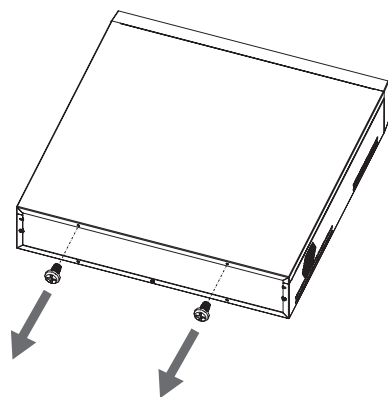
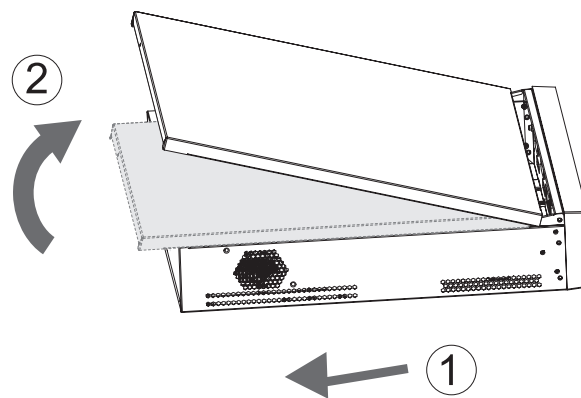

Рисунок 3
Рисунок 4
1) Открутите винты крепления крышки видеорегистратора на задней части корпуса (рисунок 3), затем снимите верхнюю крышку (рисунок 4).